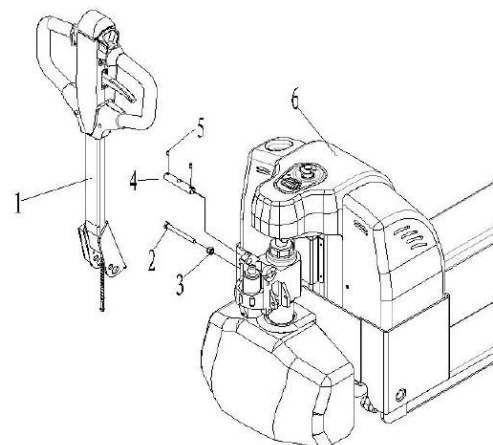

Fig. 5: Montagem do timão TSE 15
c) Pressione o timão para baixo; desparafuse e remova o parafuso (2) e a porca (3) (Fig.5)
e) Use um martelo para inserir o 2º pino guia (fig.5) no 2º furo do do eixo.